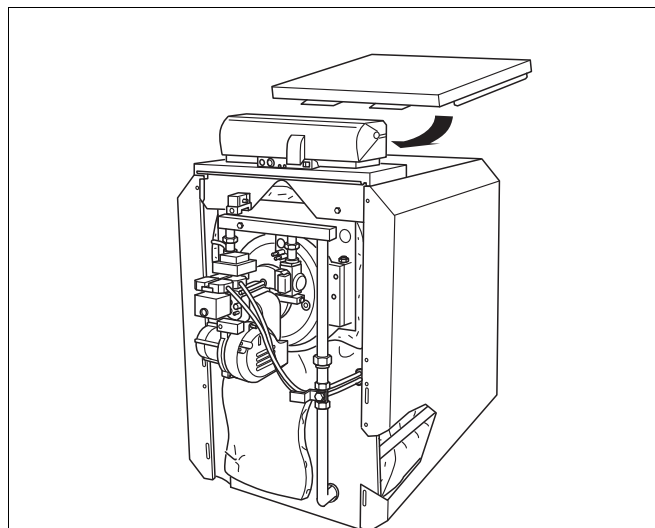

Рис. 24 Установка облицовки котла
- Положите заднюю часть крышки котла на правую и левую боковые стенки, как показано на рис. рис. 24.